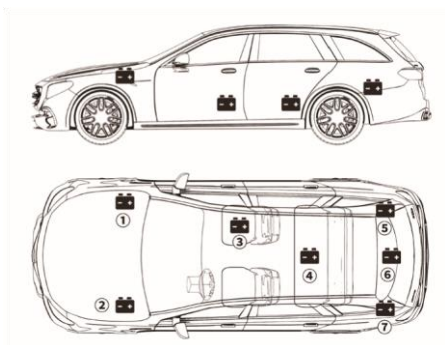

Figura 3.1.1
- 1) La mayoría de los modelos de vehículos colocan la batería en el compartimento del motor, debajo del capó, en una de las esquinas delanteras. Consulta la ubicación de la batería ① y ② en la Figura 3.1.1.
ubicación de la batería ⑤, ⑥ y ⑦ en la Figura 3.1.1. En este caso, la batería puede tener una cubierta de plástico que debe retirarse antes de cualquier prueba.
- 3) Para algunos modelos, la batería puede guardarse debajo del asiento trasero. Consulta la ubicación de la batería ④ en la Figura 3.1.1.
- 4) Para otros vehículos, la batería estará ubicada debajo del asiento del pasajero. Consulta la ubicación de la batería ③ en la Figura 3.1.1.